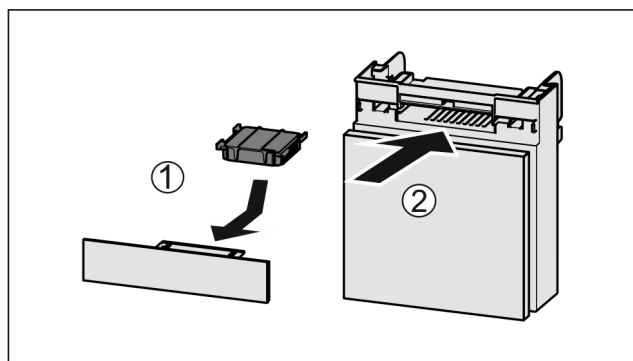

Fig. 129
- Sätt in Fig. 129 (1) aktivtkolfiltret enligt bilden.
- Skjut in Fig. 129 (2) lådan.